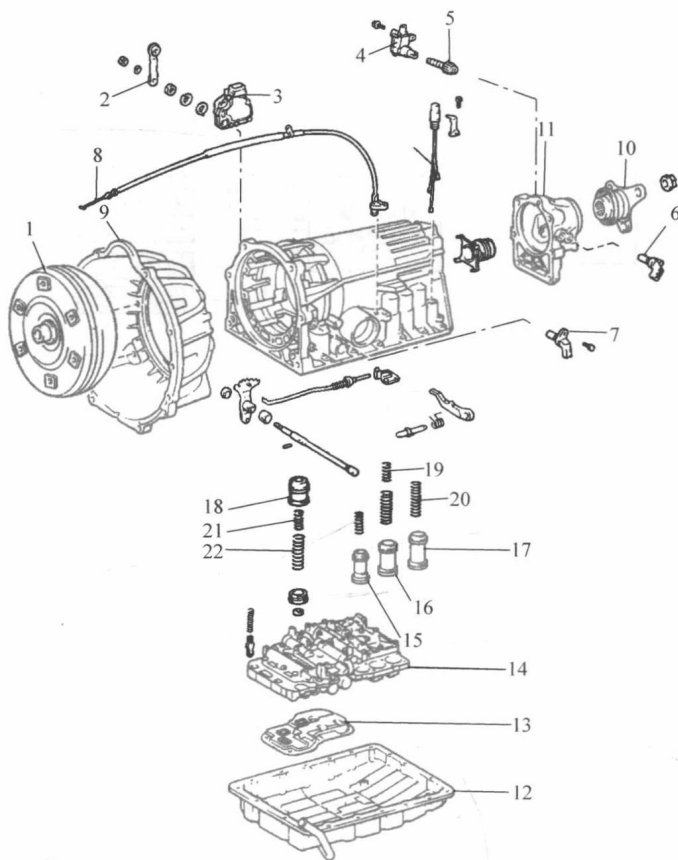

图 1-2-7 A341E 和 A342E 自动变速器的分解
(1) 拆卸自动变速器前后壳体、油底壳及阀板（图 1-2-7）